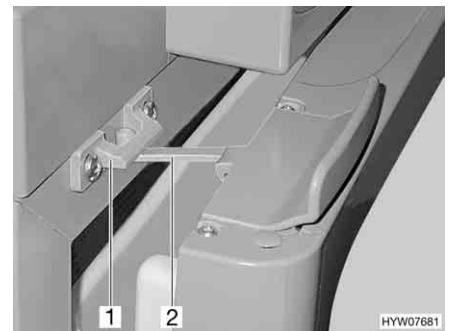

Fig. 185 Puerta del frigorífico en posición de ventilación (Thetford)
- Abrir el bloqueo (Fig. 185,2) y engatillarlo en el alojamiento del bloqueo (Fig. 185,1). De este modo, la puerta del frigorífico quedará ligeramente abierta.